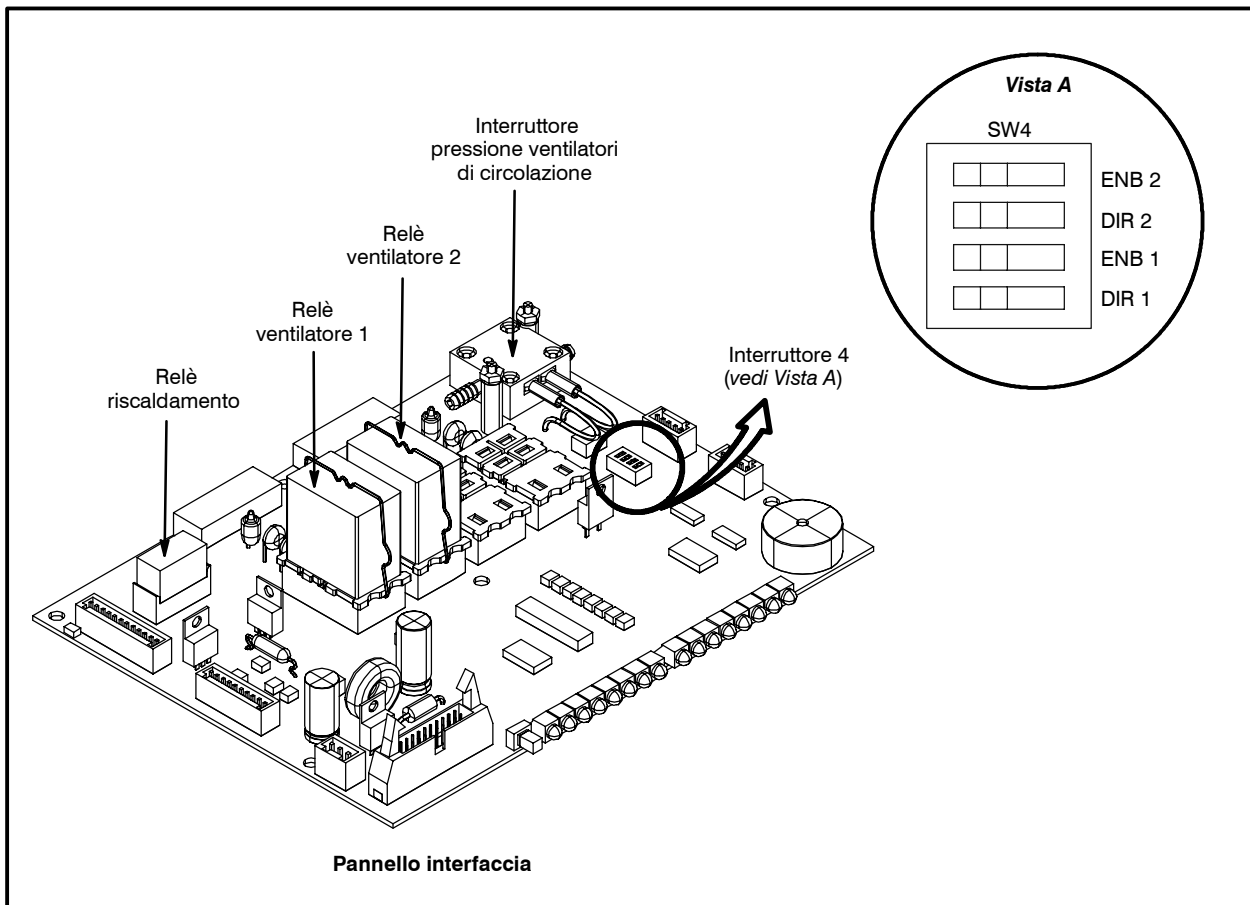

Figura 6
2. Spostare il dip-switch DIR1 di SW4 (interruttore 4) sul pannello di interfaccia. Vedi Figura 6.